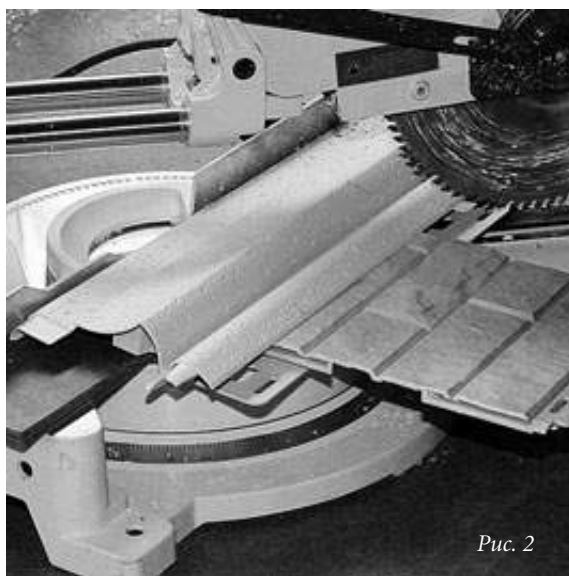

Рис. 2
- 1) Запил наличников производится с лицевой стороны. Наличник должен находиться в горизонтальном положении с жестко закрепленными гранями (рис.2).
- 2) Распиливая наличник, рекомендуем на горизонтальную плоскость опоры электропилы устанавливать прокладки толщиной 9-10 мм под «носик» наличника (рис.2).